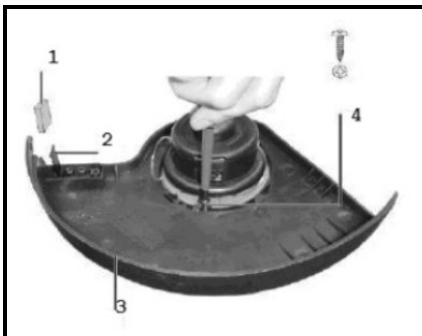

Рис.2
7.2. Закрепите защитный кожух на нижней части триммера и прикрутите его прилагаемыми винтами (4) (рис.2). На кожухе закреплён специальный нож (2) с надетой на него транспортировочной резиновой защитой (1).